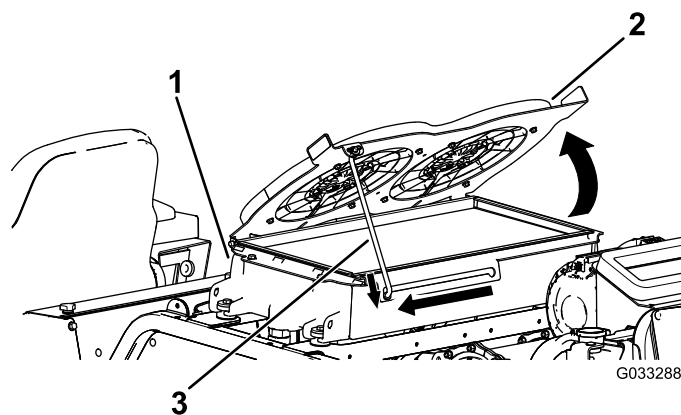

図 119
2. 油圧オイルクーラを上を倒して支え棒で支える (図 119)。